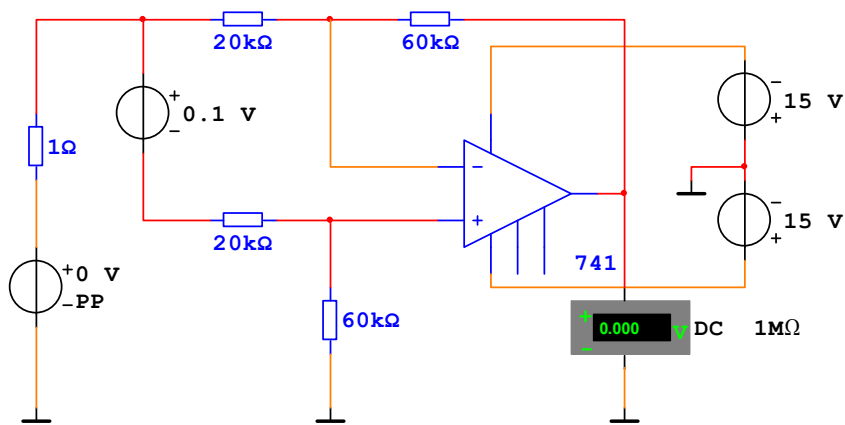

Рис.8.4
8.2.5. Соберите схему дифференциального усилителя на ОУ, приведенную на рис.8.4. Установите величину входного напряжения 0,1 В, а величину напряжения помехи на генераторе РР 0 В. Активизируйте схему, запишите величину выходного напряжения. Повторите измерения при напряжении помехи 5 В и 10 В. Сделайте выводы о влиянии сигнала помехи на выходное напряже-